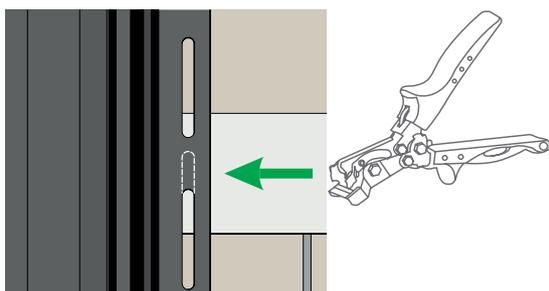
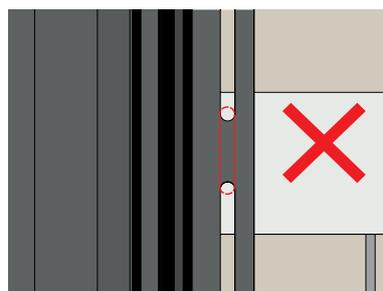

Рисунок 5
Рисунок 6
- 6.3** Если нет возможности закрепить саморез в перфорационное отверстие, необходимо, используя пробойник овальных отверстий, сделать новое отверстие. Если перфорация не попадает на обрешетку, используя пробойник удлините перфорационное отверстие в одну из сторон (рис. 5). Перфорационные отверстия соединять между собой запрещено (рис. 6).